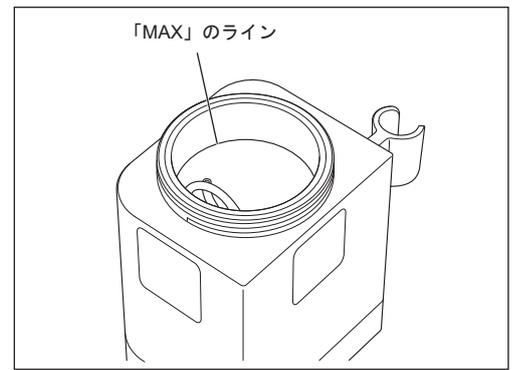

図26
1) 使用するモードにあったチャンバー、パウダーを選び、チャンバーの「MAX」のラインまでパウダーを入れてください（図26）。